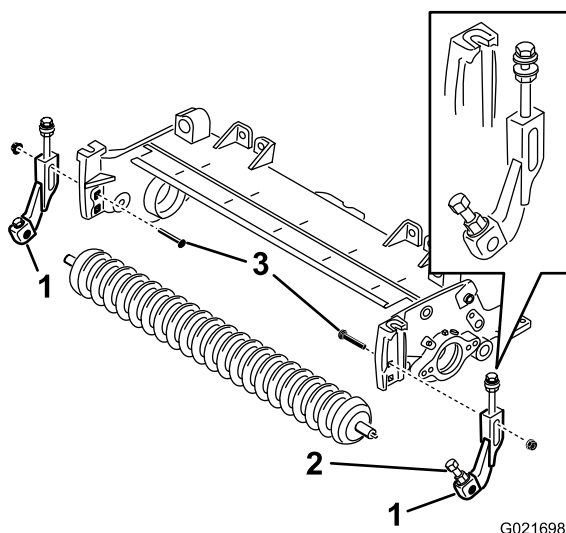

Figure 6
11. Fixez légèrement les supports de hauteur de coupe droit et gauche neufs au rouleau avant existant avec des boulons de 5/16 x 1-1/8 pouce et des contre-écrous à embase de 5/16 pouce neufs. Positionnez les supports de hauteur de coupe, comme montré à la Figure 6.
12. En vous servant du trou carré supérieur dans chaque plaque latérale, fixez légèrement les supports de hauteur de coupe aux plaques latérales du plateau de coupe avec les boulons de carrosserie retirés précédemment et 2 écrous à embase de 3/8 pouce neufs, en les positionnant comme montré à la Figure 6.
14. Centrez le rouleau entre les supports de hauteur de coupe et fixez-le en place avec les boulons et contre-écrous situés sur les supports (Figure 6).